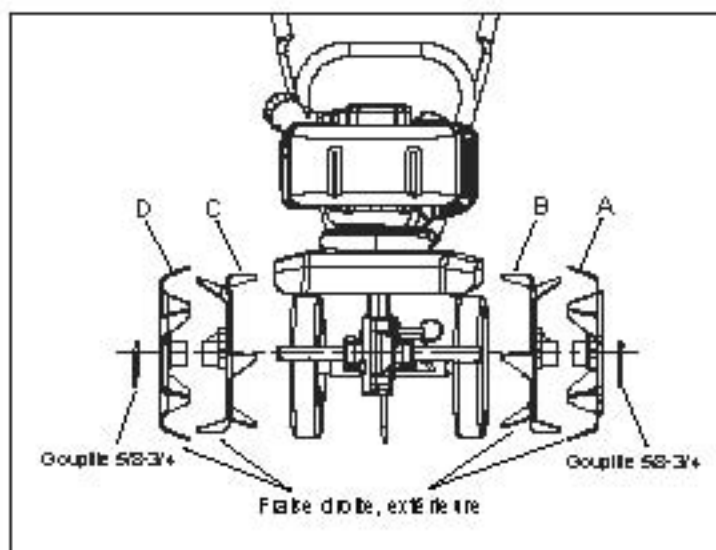

FIGURE 10
2. Veillez à les monter de sorte qu'elles soient placées de gauche à droite A, B, C, D, dans l'ordre que montre la figure 10